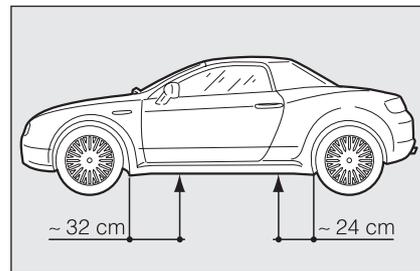

fig. 6
- ❑ il cric va inserito alla distanza indicata in **fig. 6**;